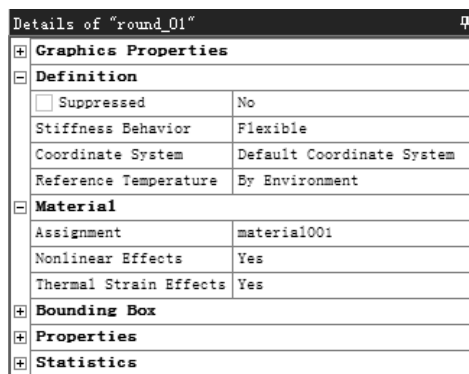

图 2.2.12 设置材料属性
(2) 在图 2.2.12 所示的“Details of ‘round_01’”窗口中单击 **Structural Steel** 后的 **►** 按钮，在弹出的下拉列表中选择 **material001** 选项。